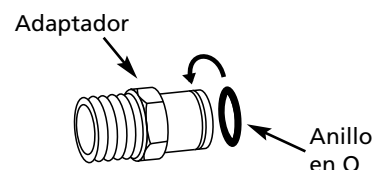

Figura 1 - Instalación del anillo en O
3. Instale el anillo en o en la ranura del adaptador (Vea la Figura 1).